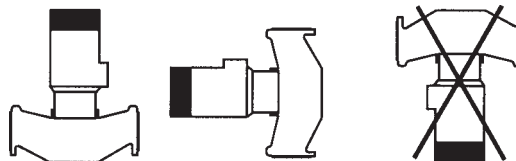

Figure 1
1. Les groupes monobloc (pompes sur moteur) SFH peuvent être installés sur une surface inclinée ou verticale. (See Figure 1 for SFC installation positions.